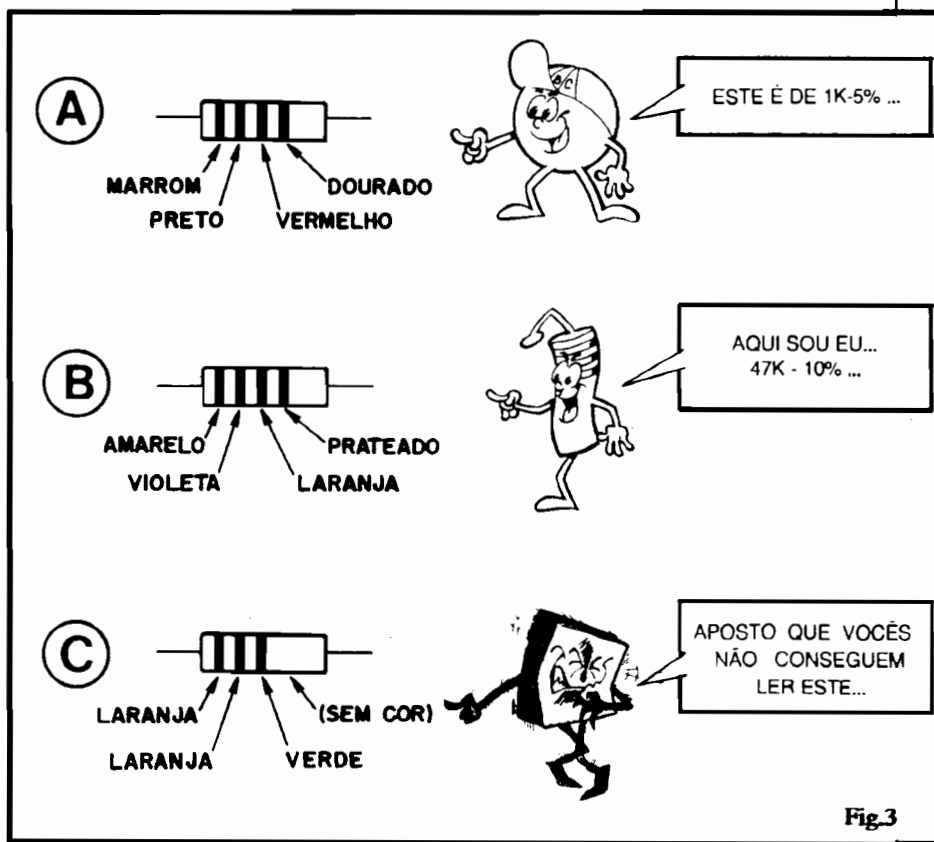

Fig.3
- **FIG. 3-A** - Trata-se de um resistor de 1K, com tolerância de 5%, como diz o CABECINHA... Vejamos:
- **FIG. 3-B** - Conforme está indicando o "próprio", trata-se de um resistor de 47K - 10%... Vamos conferir...?:
- **FIG. 3-C** - O QUEIMADINHO quer atrapalhar Vocês, mas todo mundo já descobriu, facilmente, que trata-se de um resistor de 3M3 - 20%... Vamos ver: